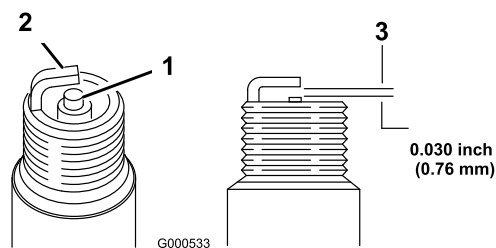

Figura 38
1. Mire la parte central de la bujía (Figura 38). Si se observa un color gris o marrón claro en el aislante, el motor está funcionando correctamente. Si el aislante aparece de color negro, significa que el limpiador de aire está sucio.
2. Compruebe la separación entre los electrodos central y lateral (Figura 38). Si la distancia no es correcta, doble el electrodo lateral (Figura 38).